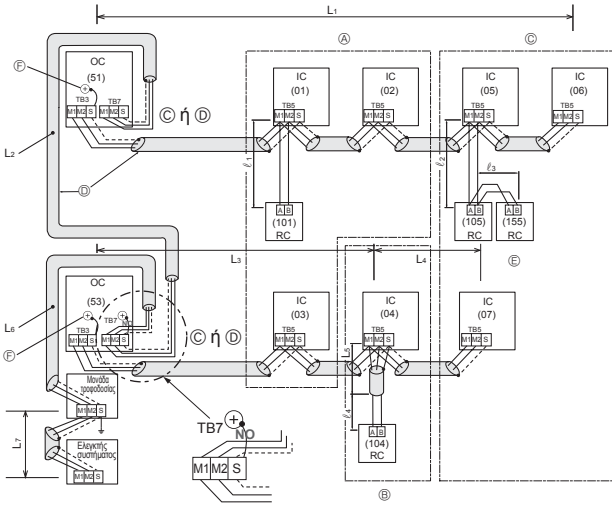

Fig. 6-2
■ Τηλεχειριστήριο M-NET (Fig. 6-2)